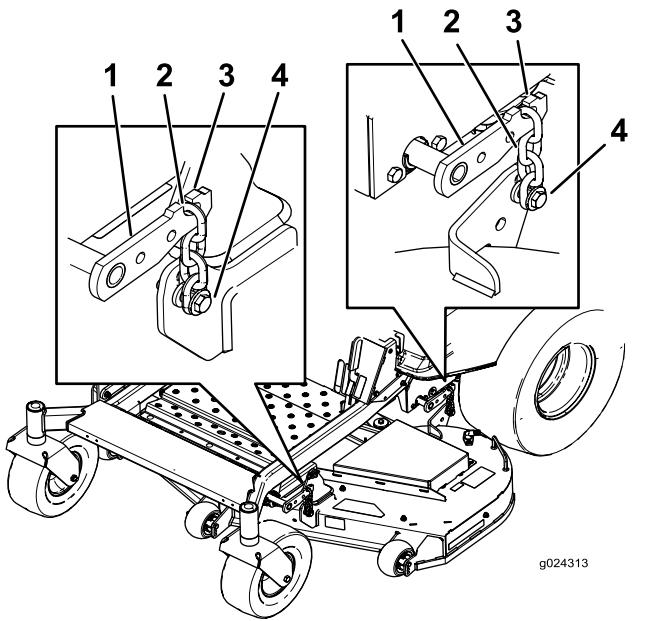

Figura 62
- Afloje los pernos de ajuste en las cuatro esquinas, hasta que la carcasa quede bien asentada sobre los cuatro bloques (Figura 62).
- Asegúrese de que las cuatro cadenas están tensadas (Figura 62).
- Apriete los cuatro pernos de ajuste (Figura 62).